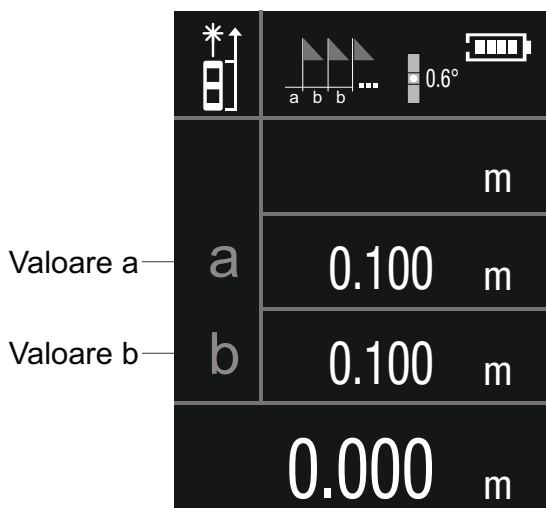

Fig.10
1. Apăsați îndelung tasta . Instrumentul indică valori ca în Fig. 10;